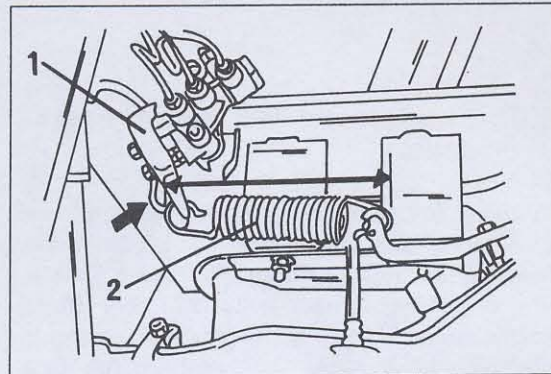

Bild 315
● Den Hebel (1) in Bild 315 jetzt gegen das Ventil drücken. Dabei dehnt sich die Feder (2) aus und das zwischen den Pfeilen in Bild 315 gezeigte Mass muss ausgemessen werden. Das Mass ist unterschiedlich bei kurzem und langem Radstand des Fahrzeuges. Bei kurzem Radstand muss es 176 - 179 mm betragen, bei langem Radstand 176,5 - 179,5 mm.